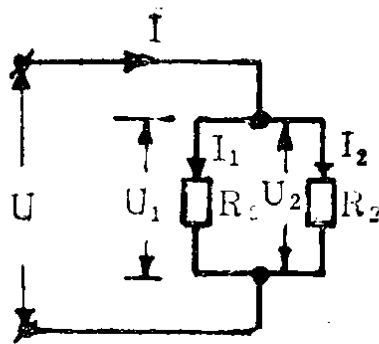

图 1-5 电阻并联电路
2. 并联电路 并联电路见图1-5。把两个或两个以上的负载(电阻)首与首,尾与尾连接在一起的电路,称并联电路。照明电路、工厂用电设备往往都是采用并联在电路中的。并联电路的特点：